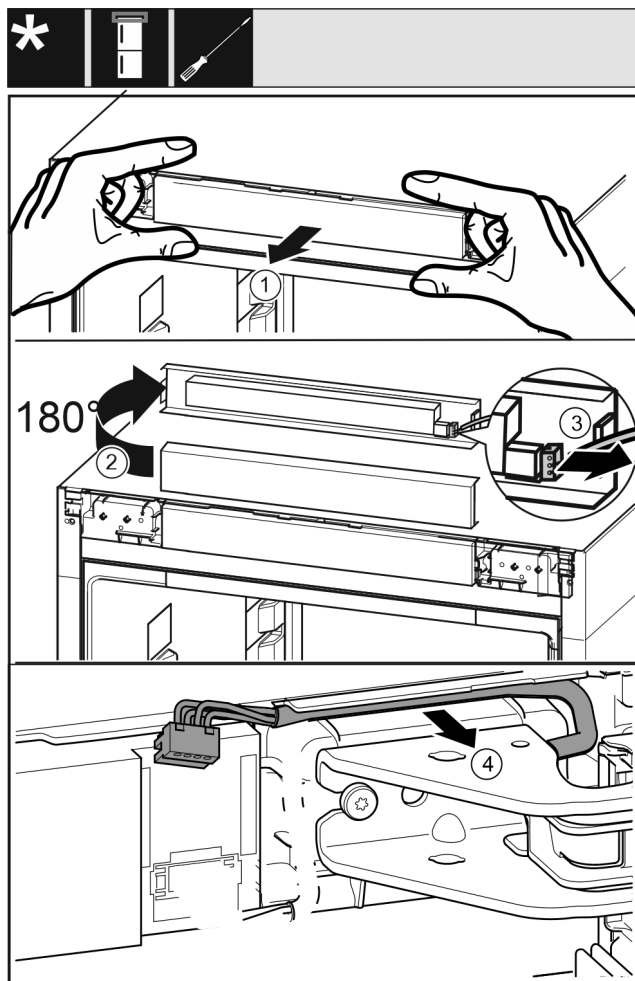

Fig. 21
- Óvatosan válassza le a kezelőpanelt Fig. 21 (1) előre felé.
- Fordítsa el a kezelőpanelt Fig. 21 (2) felfelé 180°-kal.
- Nyomja hátrafelé a reteszelő bütyköt Fig. 21 (3), és óvatosan húzza ki a dugót.
- Óvatosan vegye ki a csapágybak feletti kábelt Fig. 21 (4) a vezetősínből.